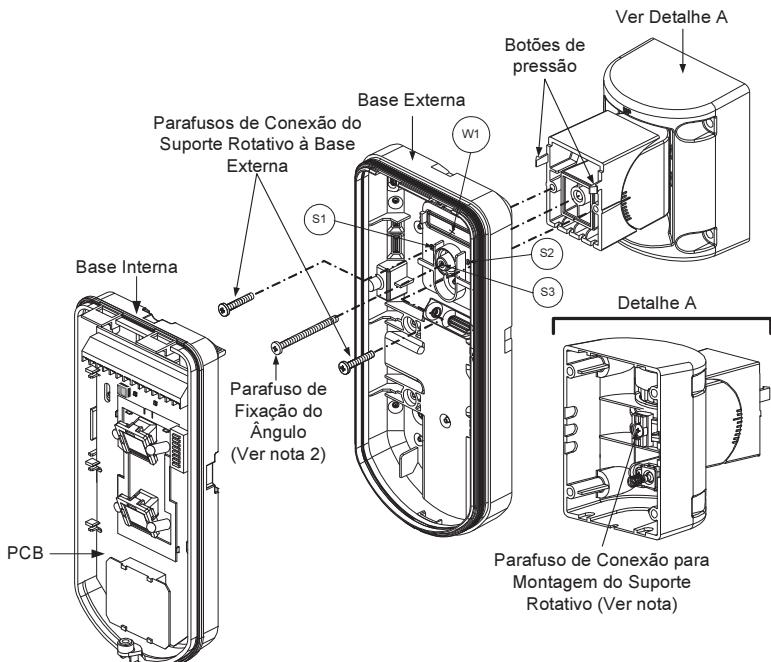

Figura 7
A mola do Tamper S5 (Figura 7) deve fazer contato com a parede através dos furos M2 ou M3 do AMSC. Assegure-se de ouvir o “Clique” quando conecta-lo na parede.
9. Fixe a base externa no suporte com os dois parafusos fixados nos furos pré-marcados S1 e S2 (Figura 7).
10. Insira o parafuso incluso de travamento do ângulo da base externa através do furo pré-marcado de parafuso de travamento de ângulo S3 na base externa do suporte padrão (Figura 7).
Quando as duas marcas das partes móveis do suporte estiverem alinhadas (Figura 7), o suporte padrão estará na posição de 0° vertical /horizontal. Cada clique da posição representa uma mudança de posição Vertical / Horizontal de 5°.